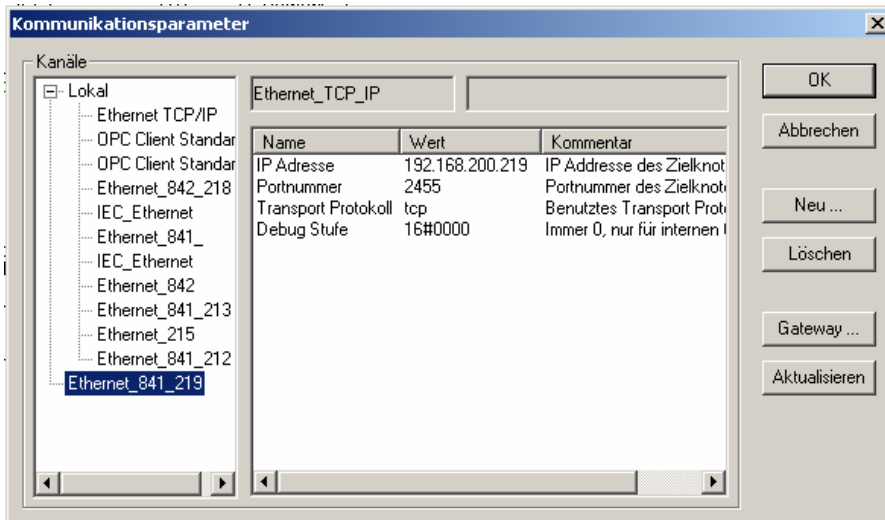
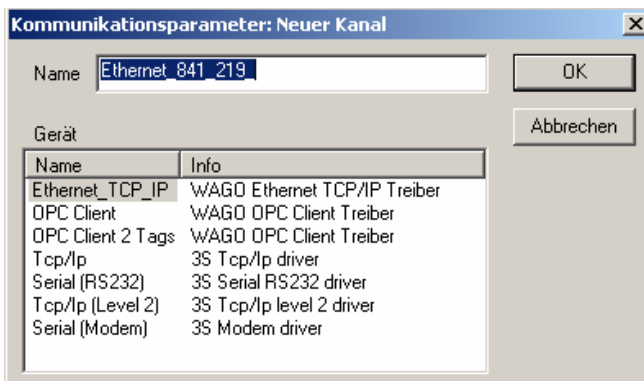

Bild 17: Auswahl des Kommunikationsprotokolls Ethernet TCP/IP
Bild 18: Mögliche Kommunikationskanäle für den Ethernet-Controller 841
**Bild 17** zeigt die wenigen erforderlichen Parameter der Kommunikation über Ethernet TCP/IP: Lediglich IP-Adresse, Port und Protokoll sind anzugeben. Die hier ausgewählte Kommunikation wird beim Abspeichern Bestandteil des Projektes. **Bild 18** zeigt andere mögliche Kommunikationskanäle, die für den ausgewählten Controller 841 denkbar sind.